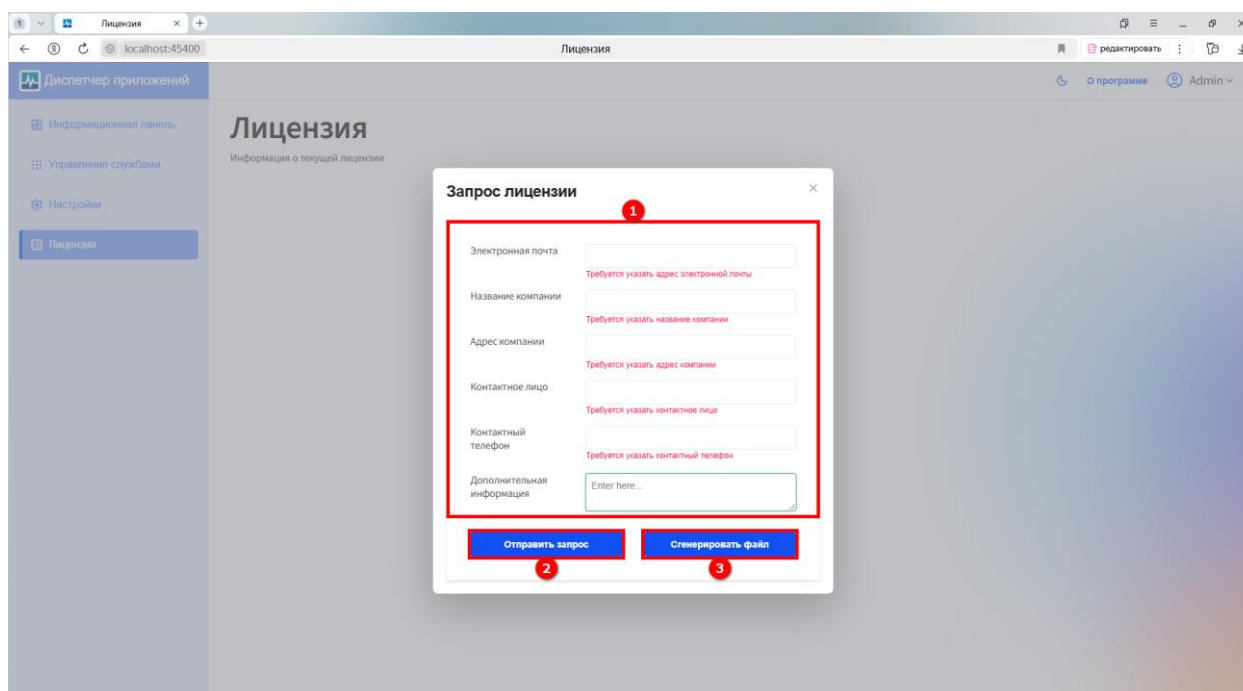

Рисунок 19 – Регистрация и активация RadioAccess 4
- Путем регистрации лицензии онлайн. Для этого в открывшемся окне необходимо заполнить поля формы запроса лицензии (1) (см. рисунок 19). Далее нажать кнопку **Отправить запрос** (2). Процесс регистрации и активации **RadioAccess 4** будет завершен автоматически после обработки данного запроса правообладателем.
- Путем создания файла запроса лицензии. Для этого в открывшемся окне необходимо заполнить поля формы запроса лицензии (1) (см. рисунок 19). Далее нажать кнопку **Сгенерировать файл** (3). Далее сохраненный файл лицензии необходимо отправить на электронный ящик отдела технической поддержки support@mirtekgroup.ru. После обработки данного запроса сотрудником технической поддержки на электронную почту поступит сообщение с файлом лицензии, а также дальнейшими действиями по активации лицензии.